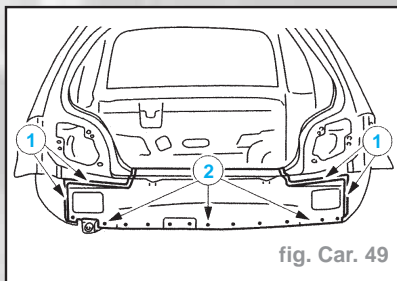

fig. Car. 49
- Détacher le panneau arrière et le renfort (fig. CAR 49) :
- procéder à une découpe approximative (1).
- fraiser les points de soudure (2).